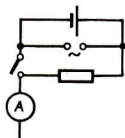

Bild 59
- 10.20 In der nebenstehend dargestellten Schaltung (Bild 59) fließt mit dem Schließen des Schalters durch den (sehr großen) Widerstand  $R$  sowohl Gleich- als auch Wechselstrom. Vervollständigen Sie die Schaltung so, daß Sie 1. den Gesamtstrom und 2. den Wechselstrom allein messen können.